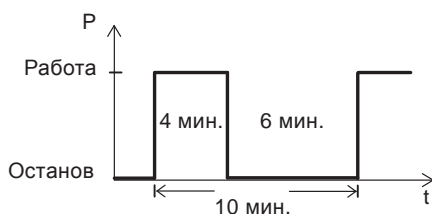

Рис. 13 S3, работа с перерывами
11. Проверить уровень жидкости – он должен быть выше электродвигателя насоса для режима S1 и доходить до середины электродвигателя для режима S3. См. рис. 13. Если жидкость не доходит до минимального уровня, запускать насос нельзя.
Режим работы S3 подразумевает, что за период 10 минут насос должен эксплуатироваться в течение 4 минут с остановом на 6 минут. См. рис. 13.